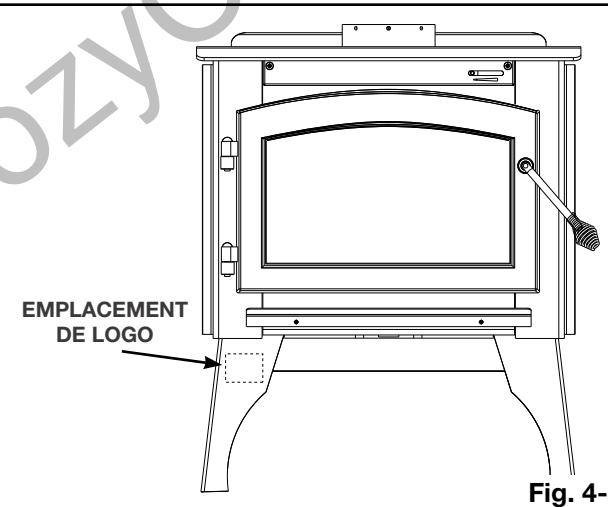

Fig. 4-3
- Placez le logo comme illustré (**Fig. 4-3**). Pour l'emplacement de logo supplémentaire, voir la section « tiroir à cendres optionnel ».